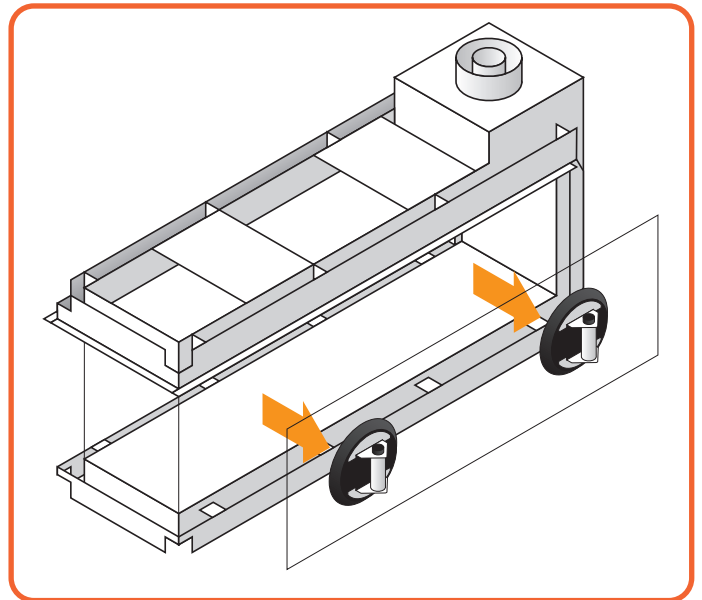

Figure 10.6 - Remove glass
- Heben Sie das Glas leicht an und neigen Sie es etwas, um es aus der Öffnung zu ziehen (siehe **Abbildung 10.6**).